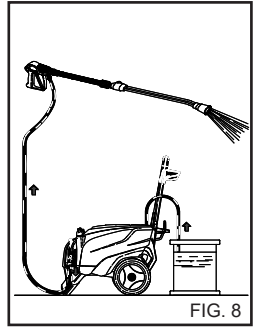

FIG. 8
1) Etter bruk med vaskemiddel må vannsystemet med høyt trykk skylles. La pumpen gå i 1 minutt med doseringskranen lukket igjen. (fig. 8).
- 4) Etter bruk med vaskemiddel må vannsystemet med høyt trykk skylles. La pumpen gå i 1 minutt med doseringskranen lukket igjen. (fig. 8).